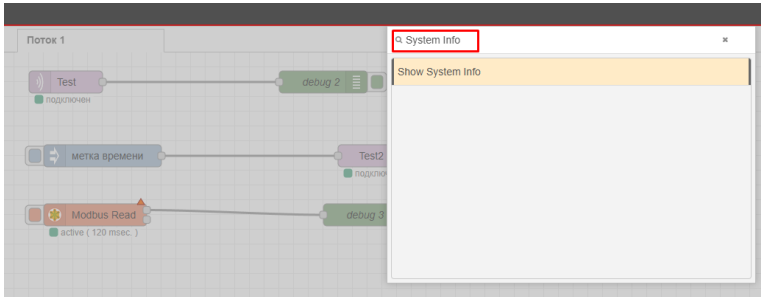

Рис. 2.19. Открытие списка Show action list
2. Далее в поисковой строке необходимо ввести **System Info** (см. рис. 2.19).